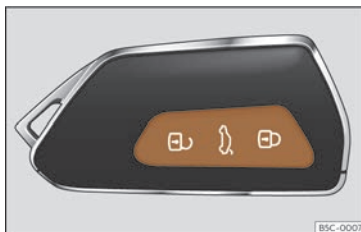

Fig. 76 Clé à radiocommande : touches.
- Verrouiller : appuyez sur le bouton  >>> **fig. 76.**